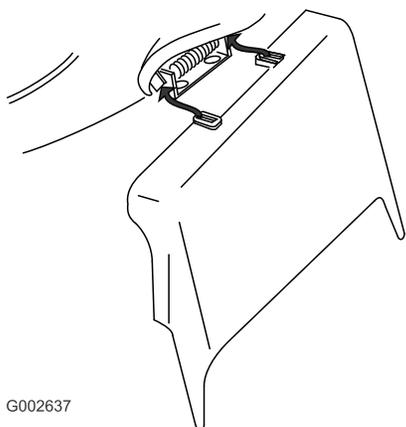

Figure 37
- Montez l'éjecteur latéral et rabattez le volet sur l'éjecteur (Figure 37).